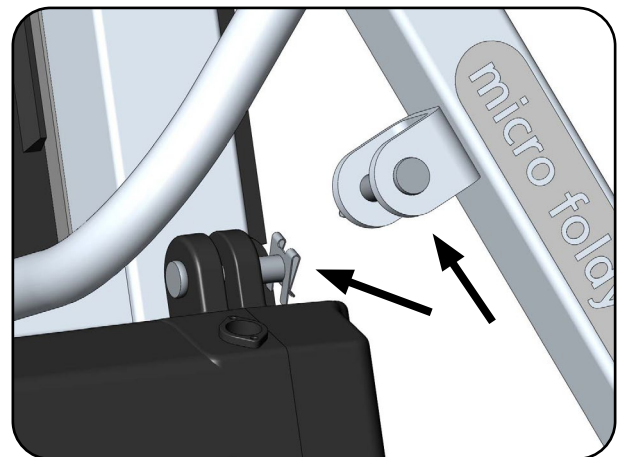

Abb. 6.2.05 – Bolzen mit SL-Sicherung
7. Entfernen Sie den Bolzen mit SL-Sicherung aus der Haltetasche am Hebearm und aus dem Hubantrieb (Abb. 6.2.05).